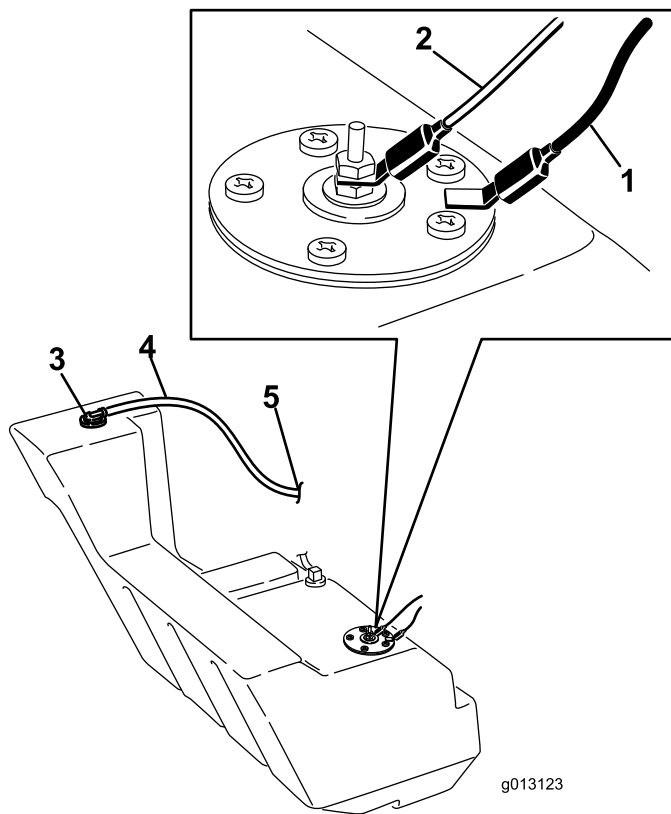

Figure 58
11. Débranchez les deux fils reliés au côté droit du réservoir (Figure 58).
20. Sur le côté droit du réservoir, raccordez le fil orange à la borne centrale et le fil noir à la borne extérieure (Figure 58).